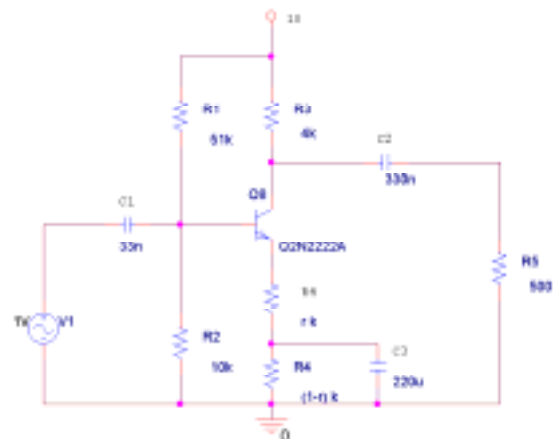

Figura 3. Esquemático del apartado 1.3
1.3 Aumentan la impedancia de entrada, impedancia de salida y el ancho de banda, y disminuye la ganancia. La forma de conseguir dicha realimentación se representa en la figura 3.